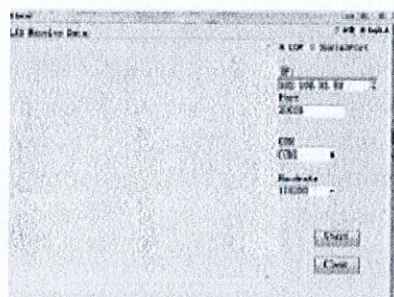

Рис. 6.18
3) Откройте программу приема данных LIS, установленную на компьютере, выберите "network port". Нажмите "Start" (см. Рис. 6.18).